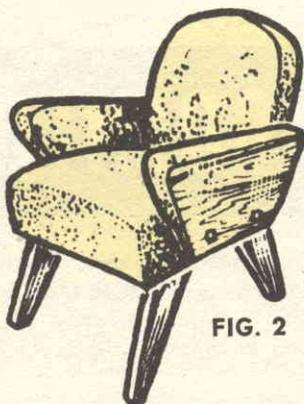

FIG. 2
Se dovete raggruppare diverse suonerie sullo stesso circuito, ricordatevi dei seguenti principi. Diverse suonerie possono venire collegate in parallelo (2, fig. 2) a condizione che siano tutte per lo stesso voltaggio. Le intensità di ciascuna di esse possono essere diverse ed esse si addizionano per esprimere il consumo totale. In compenso, in un collegamento in serie (3) le intensità parziali debbono essere identiche, ma i vantaggi parziali si sommano per esprimere la tensione generale del circuito. Ricordate quindi: